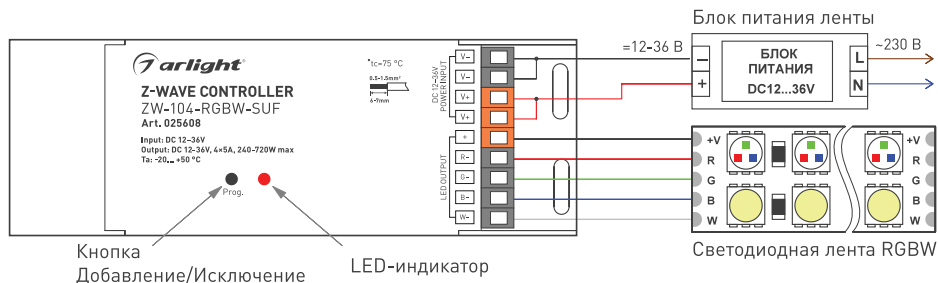

Рис. 1. Схема подключения.
- 3.3. Подключите светодиодную ленту или другой совместимый светодиодный источник света к выходу **LED OUTPUT** контроллера, соблюдая полярность и порядок подключения проводов (Рисунок 1).